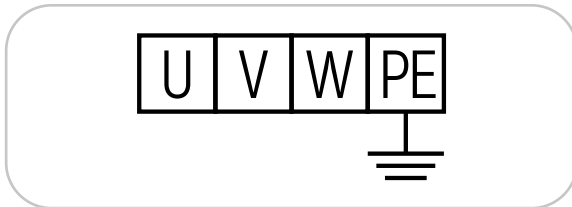

Fig.: 10
- Conexão do cabo de energia: (cabo de 3x2,5 mm² + 1x1,5 mm² para os terminais U, V, W e o terminal de entrada da caixa de controle e, primeiramente, conecte o fio-terra PE ao parafuso de aterramento marcado e em seguida aos parafusos de aterramento marcados na parte inferior das duas plataformas (Fig. 10 e Fig. 11).